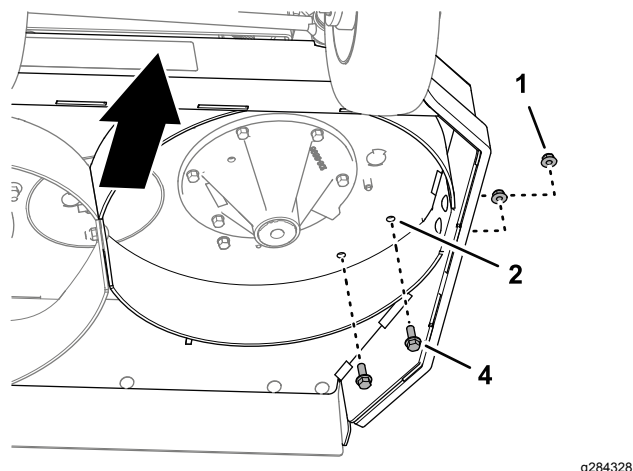

Bild 10
4. Setzen Sie die beiden Bundkopfschrauben ($\frac{3}{8}$ " x 1") in die 10 mm Löcher im Mähwerk (**Bild 10**) ein und sichern Sie die Schrauben mit den beiden Sicherungsbundmutter ($\frac{3}{8}$ "), die Sie in Schritt 3 entfernt haben.